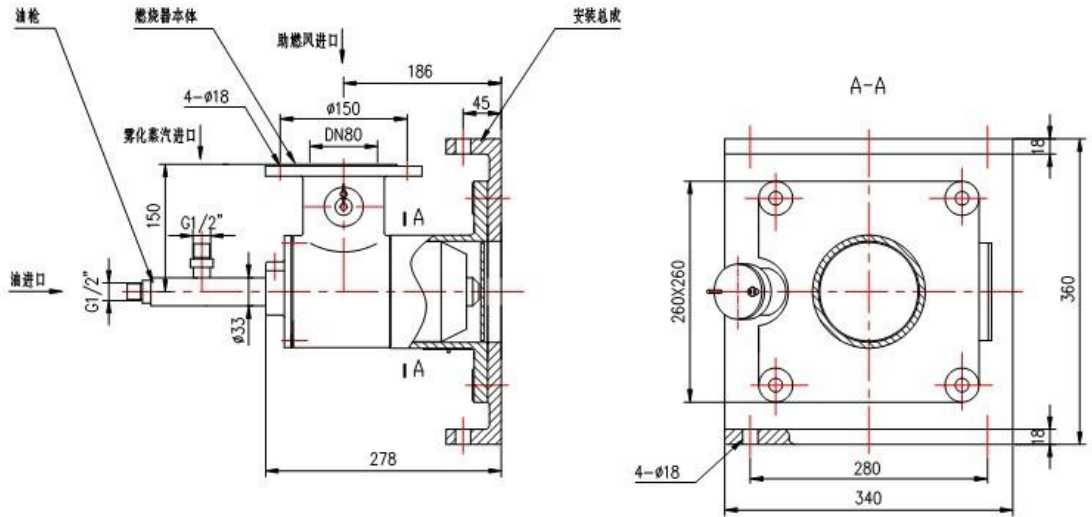

图 1、JDC-YJ80A 型燃烧器外形图及安装示意图
1... JDC-YJ80A 型技术性能参数:(外形安装图见图 1)